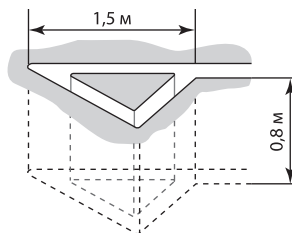

Рисунок 2. Схема создания технологических углублений для монтажа внешнего выносного заземления
4.2. Перед началом монтажа необходимо выкопать яму для треугольного расположения очагов заземления глубиной не менее 0,8 м и узкую канаву глубиной 0,8–0,5 м для входящего в дом проводника, см. рисунок 2.